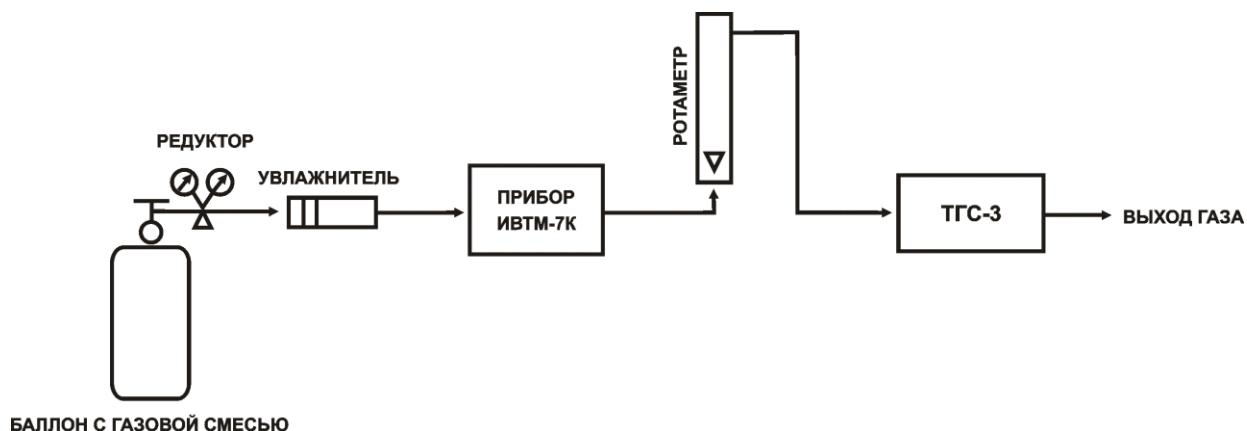

Рисунок 1 Схема подключения ТГС-3 при проведении поверки
6.5 Собрать газовую схему в соответствии с рисунок 1 (Приложение Д). Влажность анализируемого газа должна соответствовать рабочим условиям применения прибора, т.е. находиться в диапазоне от 10 до 95% относительной влажности.
Собрать газовую схему согласно рисунок 1